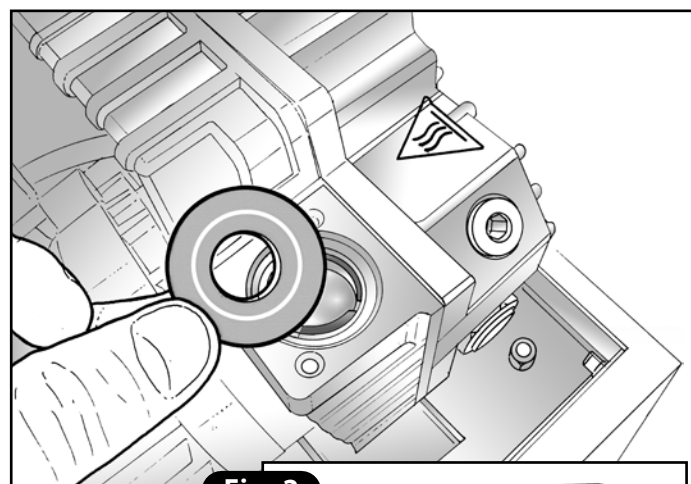

Fig. 2
- 4) Extraiga primero el obturador de goma y después el de acero. Compruebe el estado de toda la sección de aspiración accesible y, de ser necesario, límpiela con un trapo empapado en alcohol (**Fig. 2**).